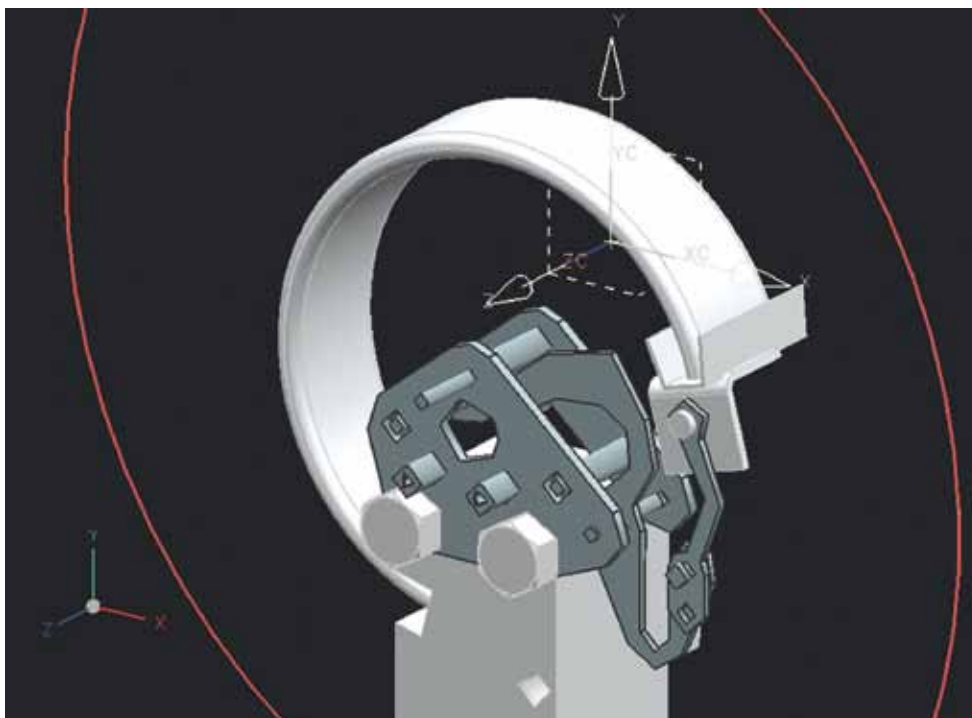

Рисунок 4.30
- Теперь последовательно заменяйте ссылочные наборы компонента `mech`. Если вы выберете ссылочный набор FACET, то изображение должно соответствовать рис. 4.30. При использовании ссылочного набора FACET в память загружается только фасетная геометрия компонентов под сборки `mech`, которая вынесена на ее уровень. То есть вы видите изображения компонентов под сборки, несмотря на то, что они не загружены в память.